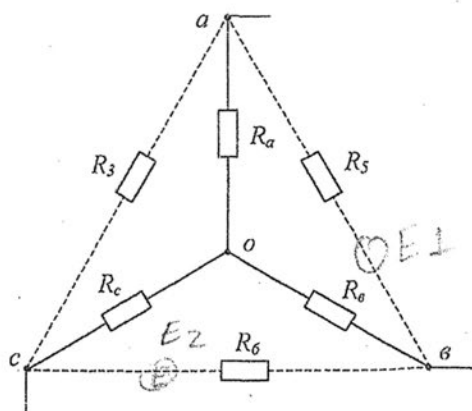

Рис. 13
2. Метод узлового напряжения эффективен при расчете электрических цепей с двумя узлами и большим количеством параллельных ветвей или более сложных схем, которые легко могут быть приведены к двухузловым. Изображенная схема на рис. 12 — четырехузловая. Выделим треугольник *авс* пассивных элементов и преобразуем его в эквивалентную звезду (рис. 13).